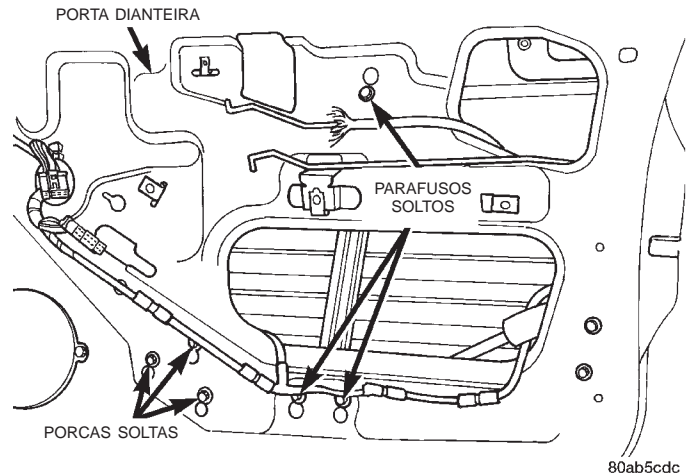

Fig. 42 Regulador do Vidro Elétrico
- (1) Remova o painel de acabamento da porta.
- (2) Remova a barragem de água.
- (3) Remova o vidro da janela
- (4) Solte os parafusos que prendem o regulador ao painel interno da porta (Fig. 42) e (Fig. 43) conforme o caso.
- (5) Levante o regulador para liberá-lo das fendas do buraco da chave, removendo-o através do furo de acesso do painel interno da porta.